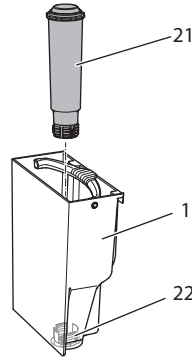

Fig. 15: Enroscar/desenroscar el filtro de agua
- Retira el filtro de agua (véase Fig. 15 en la página 137).
9. Coloca un filtro nuevo dentro del depósito de agua (véase *Fig. 15*).
3. Retira el filtro de agua (véase *Fig. 15*).